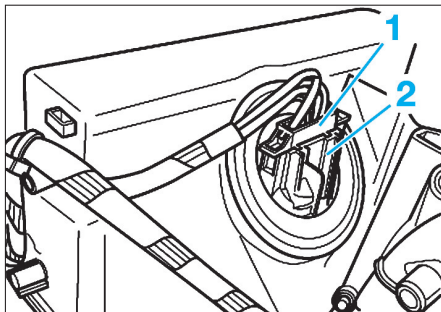

FIG. 26
- Débrancher le connecteur (1) de la résistance (2) (Fig.26).